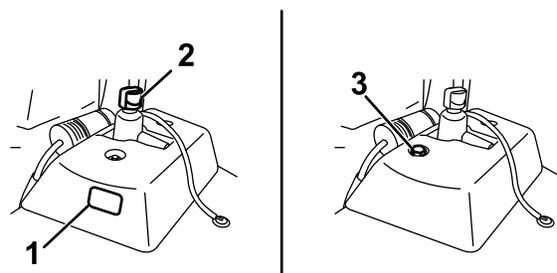

図 54
- 補助油圧オイルタンクに油量確認窓がついている場合は、そこで確認し 図 54 ステップ 5 に進んでください。
- 補助油圧オイルタンクに油量確認窓がついていない場合は、マシン上部にあるディップスティックを探し出し 図 54 ステップ 3 に進んでください。